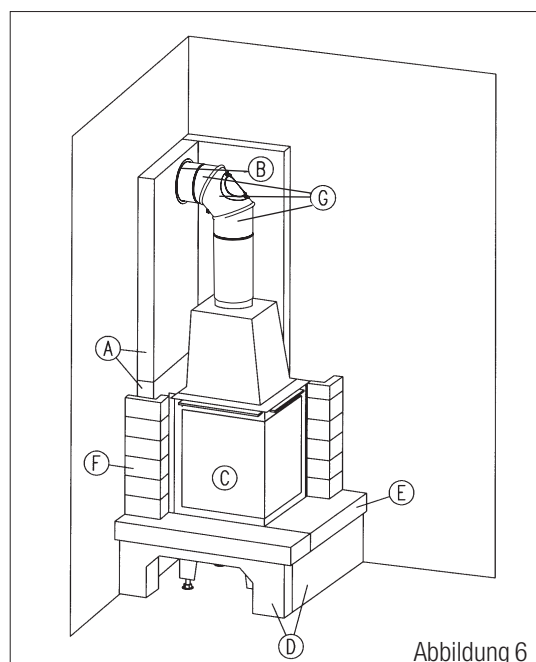

Abbildung 6
8.3 Stecken Sie Bogen und Rauchrohr zusammen und dichten Sie den Rauchrohrbogen mit Kesselkitt (gut durchrühren) an dem Rauchgasstutzen ein. Legen Sie dazu eine dünne Schicht Kesselkitt um den Stutzen. Auch alle Rauchrohrverbindungen untereinander und die Segmente der Rauchrohrbögen werden mit Kesselkitt abgedichtet. (**Abb. 6**)